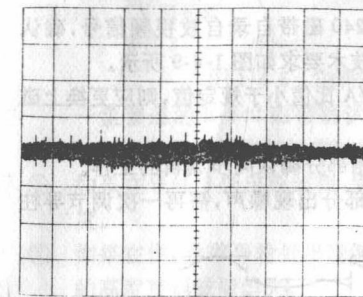

图 2-2-1
- 置示波器为相加方式,使 A-通道与 B-通道信号相加。调节 R257 使示波器显示的幅度为最小(见图 2-2-1, 2-2-2, 2-2-3)